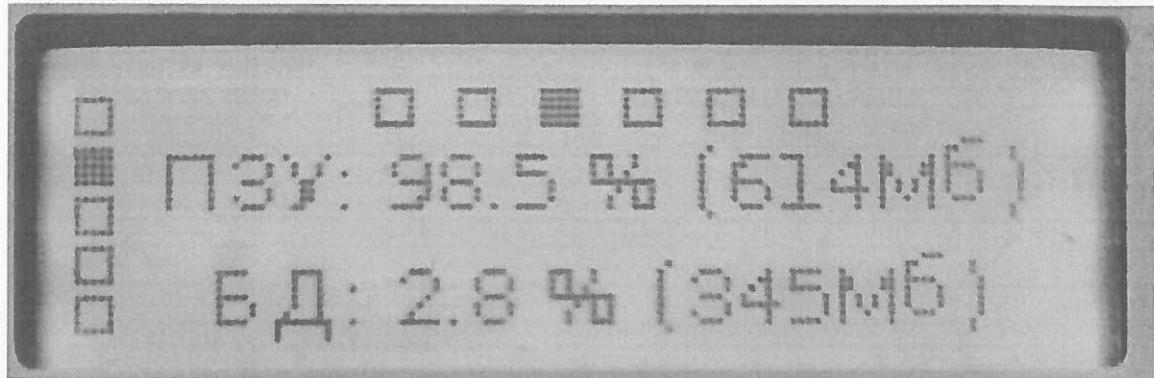

Рисунок 4.14
- Параметры памяти устройства – заполнение системного раздела, заполнение раздела с данными УУЭ (рисунок 4.14);